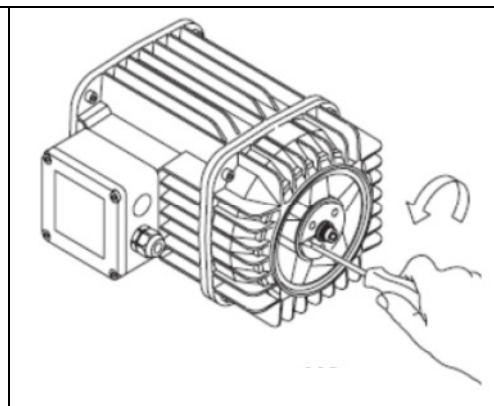

fig.48
5. Rimuovere la ghiera dal ceppo sbloccandola. Se necessario agire con un cacciavite nell'intaglio (fig. 48);